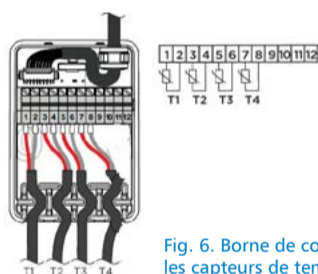

Fig. 6. Borne de connexion pour les capteurs de température.
- Connectez ensuite les capteurs à la borne de connexion, conformément à la Fig. 6.